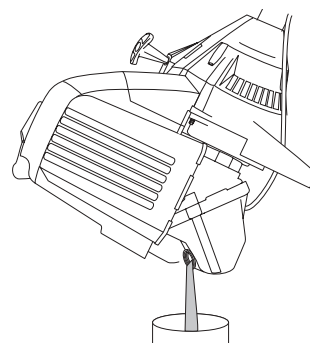

Fig. 33
3. Versez l'huile de l'orifice de remplissage dans un récipient en inclinant l'appareil à la verticale (Fig. 33). Allouez assez de temps pour une vidange complète.